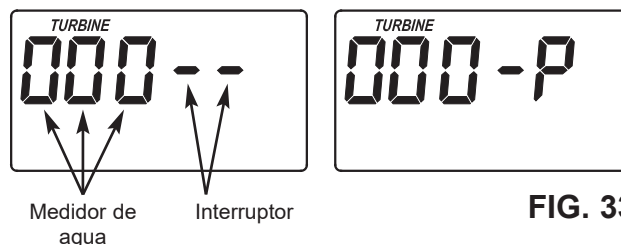

FIG. 33
3. La letra "P" y una raya (o rayas) indican el funcionamiento del interruptor posición (vea la Fig. 33). Si aparece la letra, el interruptor está cerrado. Si aparecen dos rayas, el interruptor está abierto.